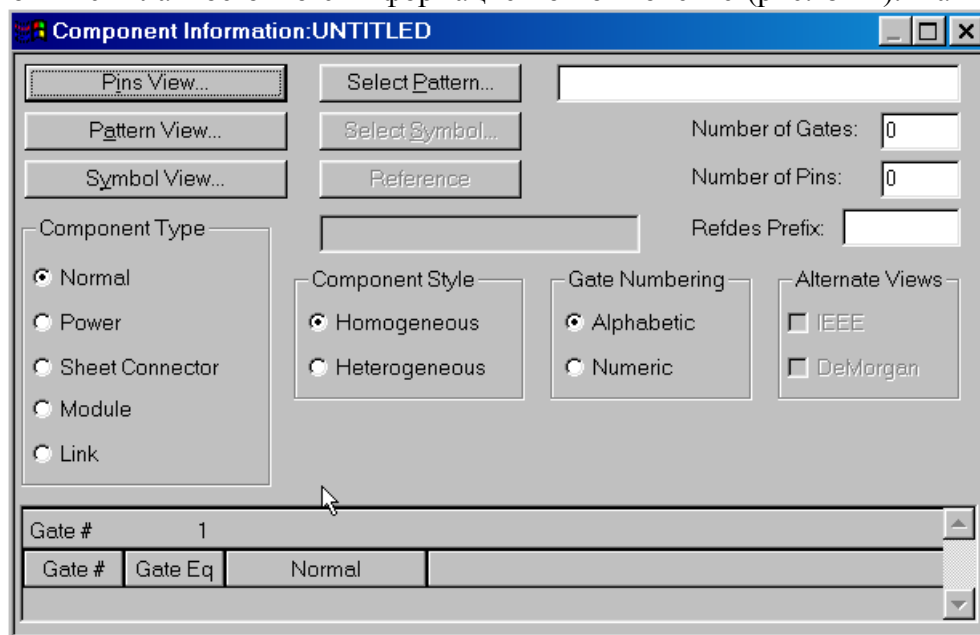

Рис. 8-24. Окно с информацией о компоненте
2) Появится главное окно с информацией о компоненте (рис. 8-24). Нажмите в этом
4) В группе *Component Type* (рис. 8-24) выберите тип компонента – *Normal* (информацию о типах компонентов см. табл. 5-1)
9) В окне *Refdes Prefix* (рис. 8-24) укажите префикс для позиционного обозначения компонента на схеме и плате. Для логических элементов это – **DD**.